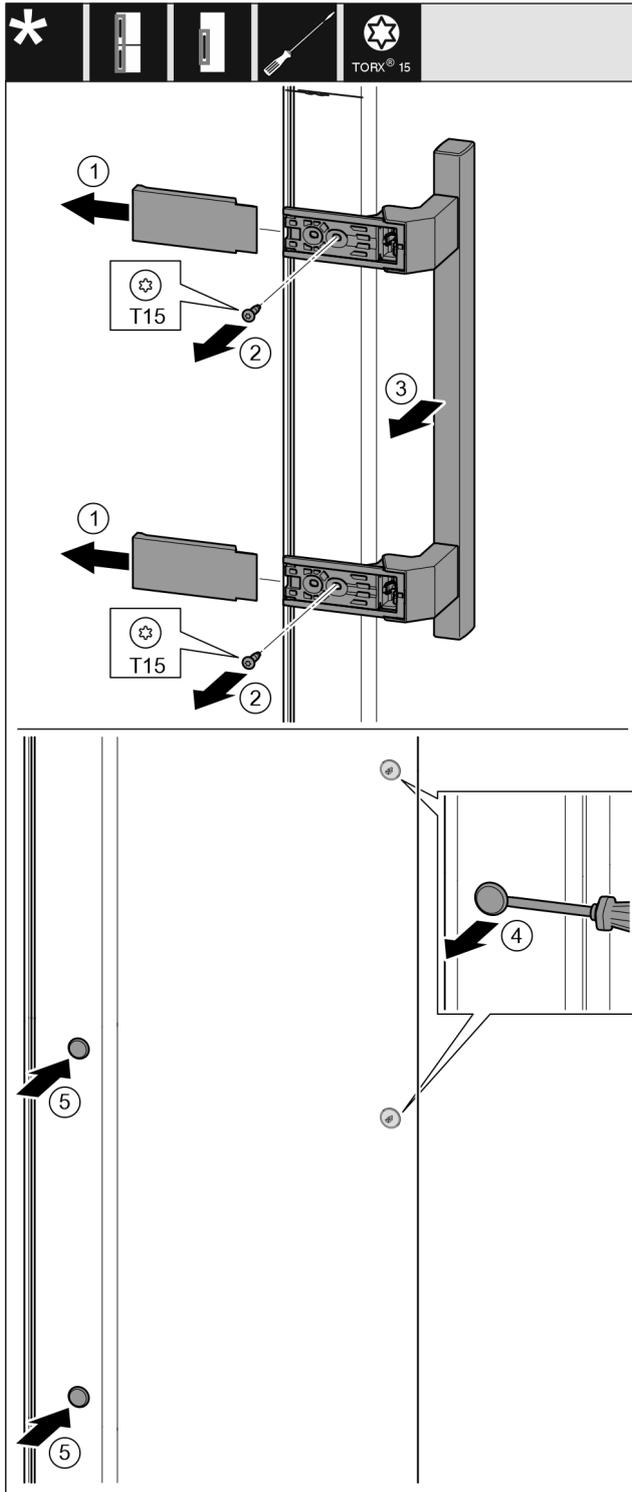

Fig. 13
- ▶ Retirer le cache. Fig. 13 (1)
- ▶ Desserrer les vis avec le tournevis T15. Fig. 13 (2)
- ▶ Déposer la poignée. Fig. 13 (3)
- ▶ Soulever délicatement le bouchon latéral avec un tournevis plat et le sortir. Fig. 13 (4)
- ▶ Remettre en place le bouchon de l'autre côté. Fig. 13 (5)